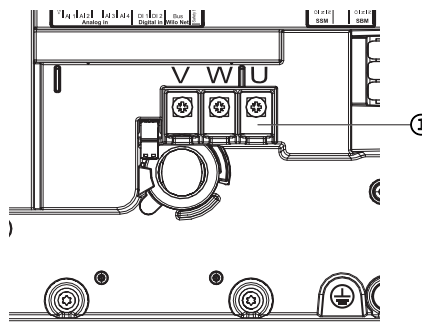

Fig. 114: Stezaljke priključka motora V, W, U
5. Otpustiti priključni kabl motora (Fig. 114).